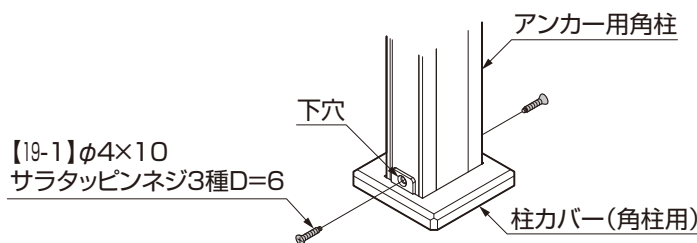

図10-1
- ①傾斜角度に柱カバーをあわせて柱化粧材にφ 3.5の下穴をあけ、【19-1】で取付けてください。(図10-1 参照)